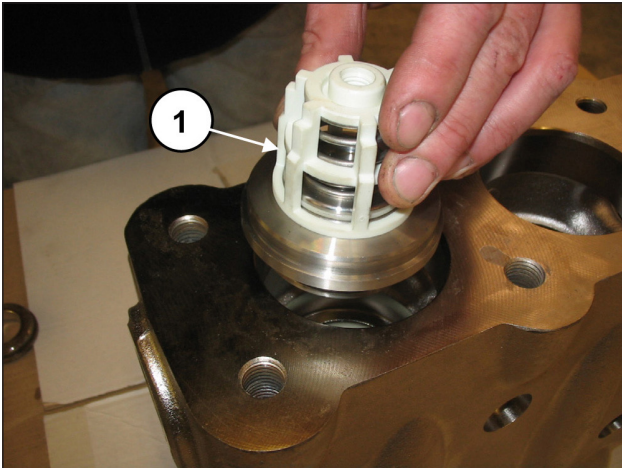
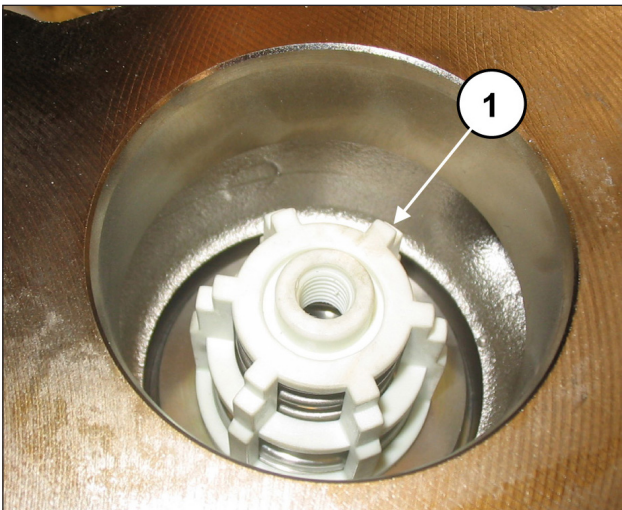

Abb. 118
Abb. 119
Setzen Sie die Druckventilgruppe ein (Pos. ①, Abb. 118). Die Ventilgruppe muss bündig eingesetzt sein und so erscheinen wie in Pos. ①, Abb. 119.